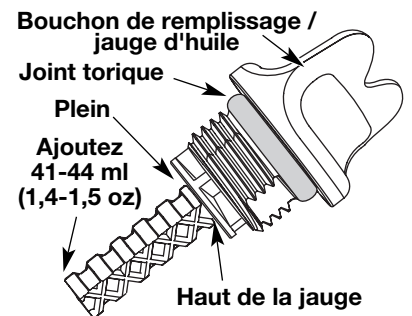

Fig. 28
5. Retirez le bouchon de remplissage / jauge d'huile et vérifiez le niveau d'huile. L'huile devrait atteindre le haut de la jauge (Fig. 28).